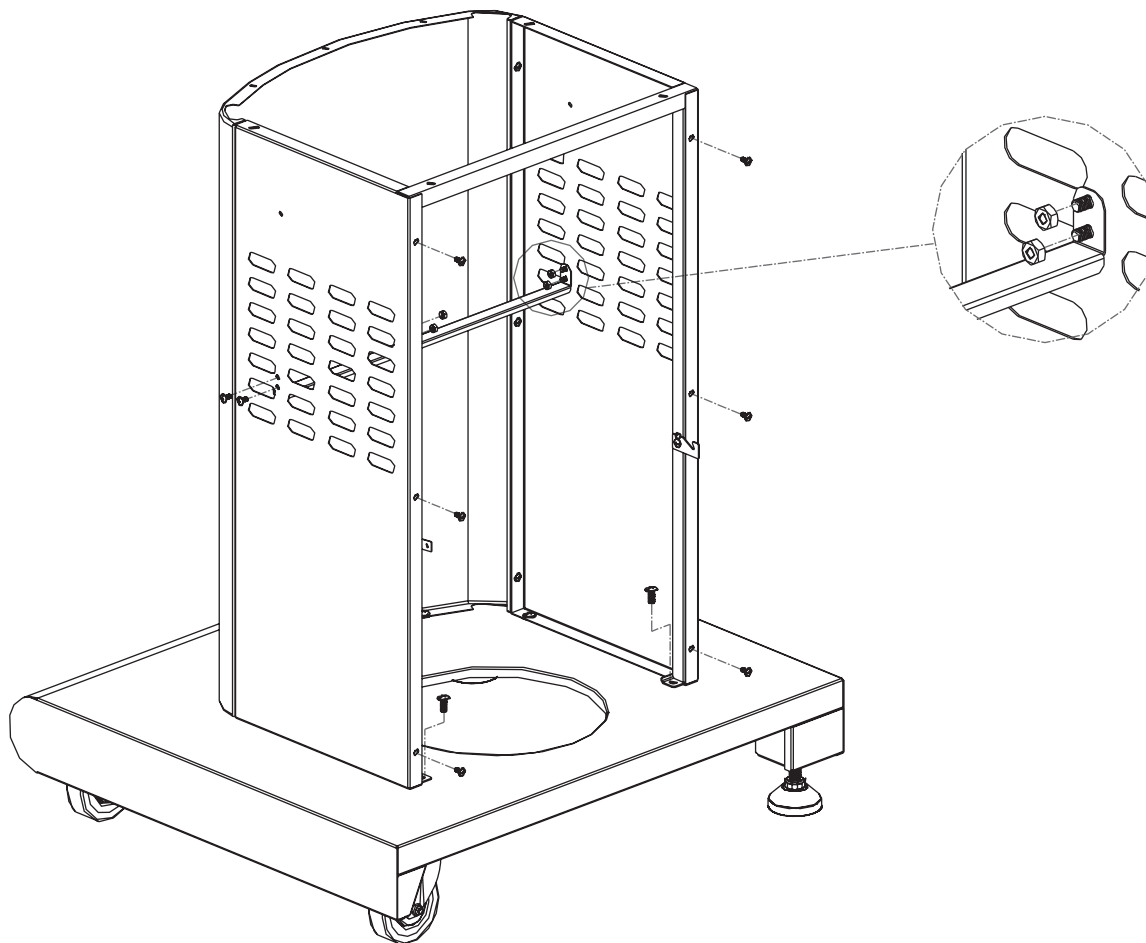

**Fig. 2**
1. Gire el estante inferior con el lado derecho hacia arriba como se indica en la **Fig. 2**.
2. Sujete el panel frontal con la dirección correcta marcada "UP" (arriba) al frente del estante inferior con tres (3) tornillos M5 x 10 como se indica en la **Fig. 2**.
3. Sujete el panel izquierdo (marcado "L") al panel frontal con tres (3) tornillos M4 x 10 como se indica en la **Fig. 2**. Sujete el panel izquierdo al estante inferior con un (1) tornillo M5 x 10 como se indica en la **Fig. 2**.
4. Sujete el panel derecho (marcado "R") al panel frontal con tres (3) tornillos M4 x 10. Sujete el panel derecho al estante inferior con un (1) tornillo M5 x 10 como se indica en la **Fig. 2**.